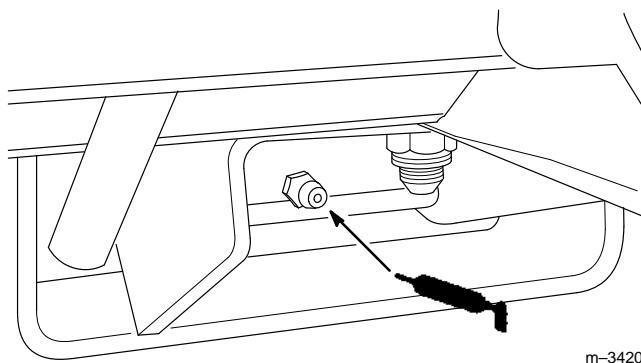

Abbildung 38
- Den Nippel am Bremspedal schmieren (Abb. 38).